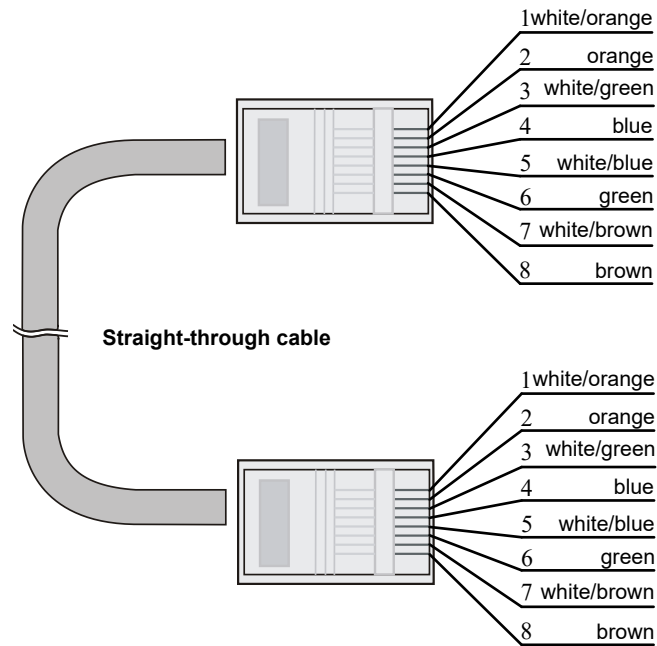

図 9-8 ストレートケーブル
- **ストレートケーブル** : ストレートケーブルの結線を図 9-8に示します。両端のピン配置は、568B 規格に従います。